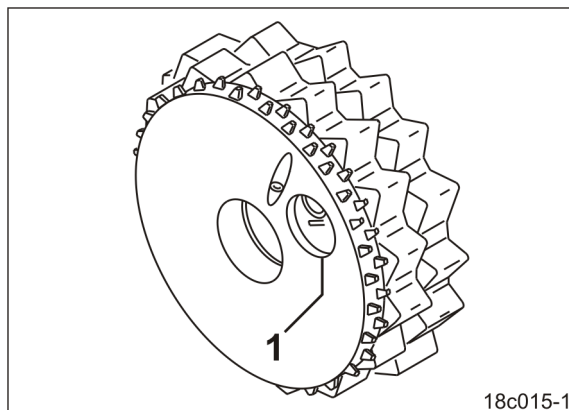

Bild 137
5. Vrid såmaskinshjulet åt höger tills hålen (Bild 137/1) i finsåhjulet blir synliga.